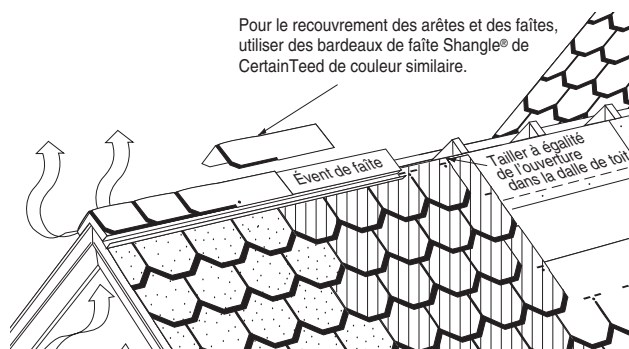

Figure 15-16 : Pose de bardeaux Shangle Ridge sur un événement de faîte.
8. Si des événements de faîte recouverts de bardeaux sont installés (Figure 15-16), ils doivent accepter les bardeaux pour faîtes et arêtes de 12 po (305 mm) de largeur. Suivre les instructions d'installation du fabricant des événements. Pour fixer les bardeaux pour faîtes et arêtes sur l'évent de faîte, utiliser des clous galvanisés à chaud d'une longueur suffisante pour qu'ils pénètrent de 3/4 po (19 mm) dans la dalle ou la traversent.